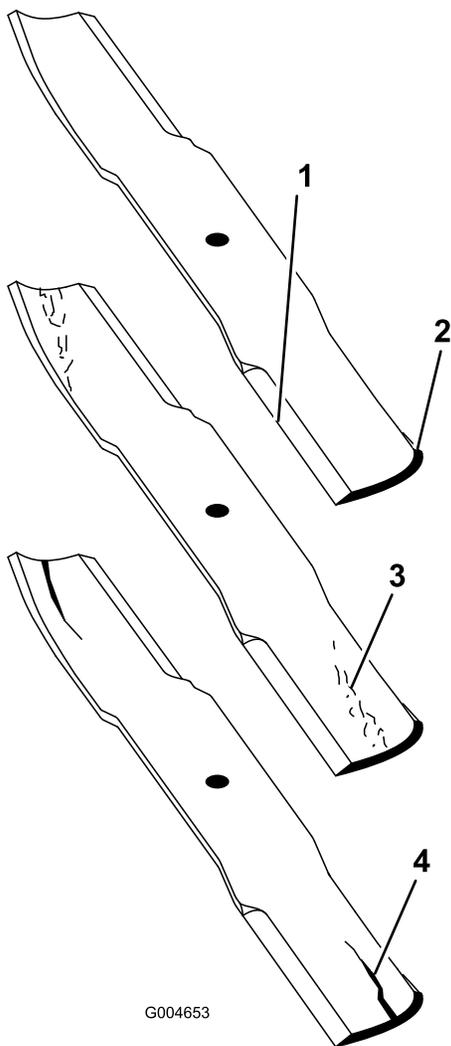

Рисунок 125
2. Осторожно проверьте режущие кромки ножей, особенно в точке соединения плоской и изогнутой частей ножа (**Рисунок 125**).
Примечание: Так как песок и абразивные материалы могут вызвать износ металла, соединяющего плоскую и изогнутую части ножа, проверьте нож перед использованием газонокосилки. При обнаружении износа (**Рисунок 125**) замените нож.